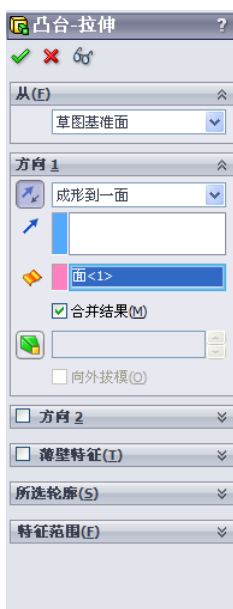
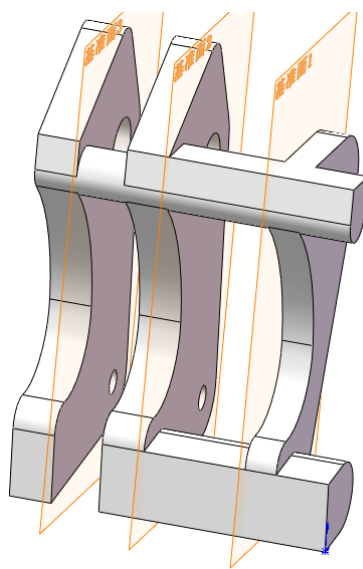

图 13-244 “凸台-拉伸”属性管理器
图 13-245 拉伸实体 5
(14) 拉伸实体 5。选择菜单栏中的“插入”→“凸台/基体”→“拉伸”命令，或者单击“特征”工具栏中的 (拉伸凸台/基体) 按钮，此时系统弹出如图 13-244 所示的“凸台-拉伸”属性管理器。设置拉伸终止条件为“成形到一面”，然后单击 (确定) 按钮，结果如图 13-245 所示。